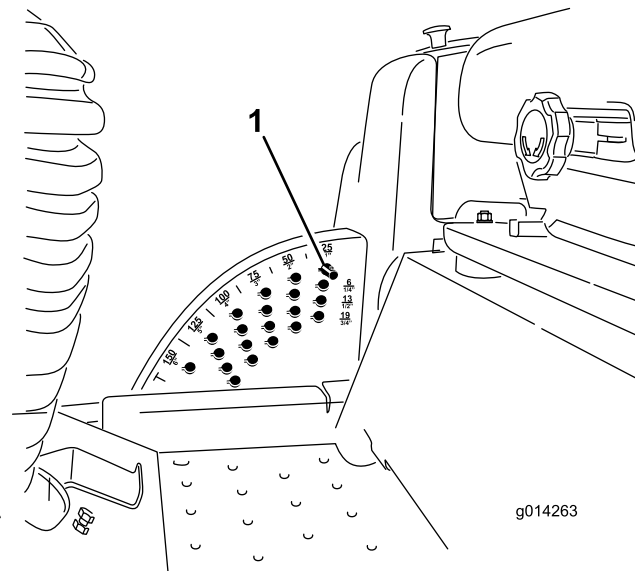

Рисунок 16
положении, поднимите деку на высоту более 15 см, извлеките стопорный штифт высоты скашивания (см. «Регулировка высоты скашивания») и установите его в положение, соответствующее высоте скашивания 15 см (Рисунок 16).
1. При работающем двигателе передвигайте переключатель подъема деки назад, пока дека газонокосилки не поднимется полностью, а затем **немедленно отпустите переключатель** (Рисунок 16).
2. Чтобы отрегулировать высоту скашивания, поверните стопорный штифт так, чтобы его выступы совпали с прорезями в отверстиях кронштейна высоты скашивания, и вытащите штифт (Рисунок 16).
3. Выберите отверстие в кронштейне высоты скашивания, соответствующее необходимой высоте скашивания, вставьте штифт и, нажимая на него, поверните так, чтобы он зафиксировался в отверстии (Рисунок 16).
Примечание: На кронштейне есть четыре ряда отверстий (Рисунок 16). Верхний ряд дает вам высоту скашивания, указанную над штифтом. Второй ряд дает вам указанную высоту скашивания, плюс 6 мм. Третий ряд дает вам указанную высоту скашивания, плюс 12 мм. Четвертый ряд дает вам указанную высоту скашивания, плюс 18 мм. Для положения 15,8 см есть только одно отверстие, расположенное во втором ряду. Это положение соответствует высоте скашивания 15,8 см, и к нему не добавляется 6 мм.